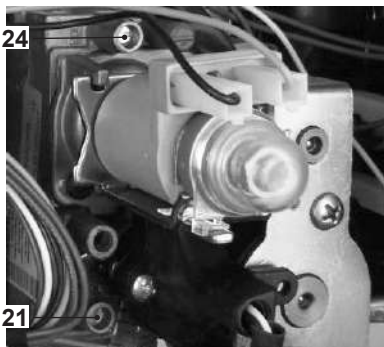

Fig. 7.1
- A caldaia spenta (fuori servizio), controllare la pressione di alimentazione utilizzando la presa 21 in Fig. 7.1 e confrontare il valore letto con quelli riportati nella tabella Pressioni di alimentazione gas nella sezione "Dati tecnici M296.28SVX/.." a pag. 20.
- Richiudere bene la presa di pressione 21 in Fig. 7.1.
- Aprire la presa di pressione 24 in Fig. 7.1 e collegare un manometro.